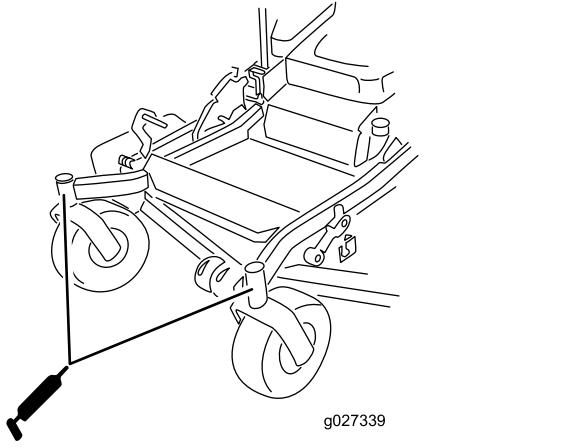

Figura 44
10. Instale el tapón hexagonal y la tapa (Figura 44).
11. Engrase los cojinetes de las ruedas giratorias (Figura 44).